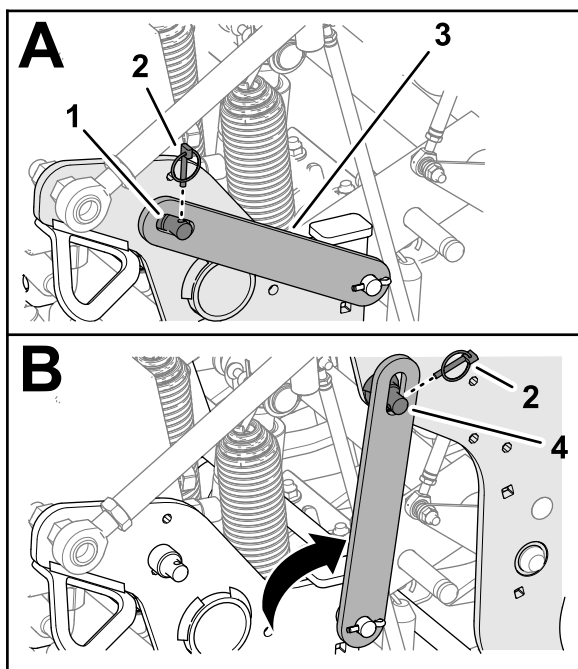

Figura 111
4. Rimuovete la coppiglia ad anello che fissa il fermo di servizio alla piastra laterale (Figura 111).